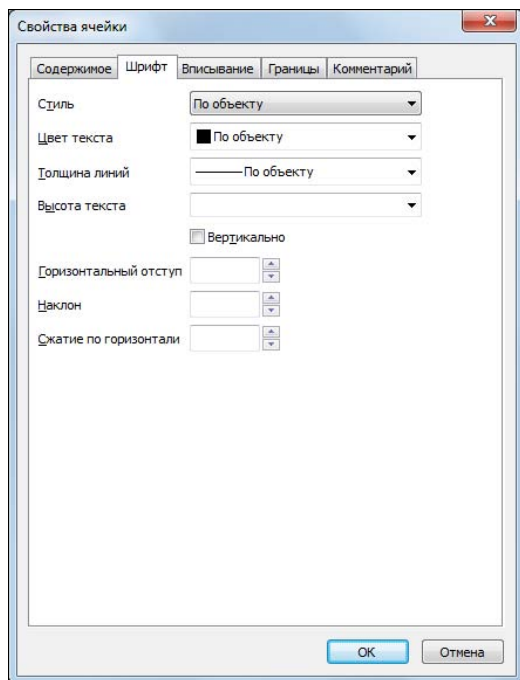

Рис. 4.72. Вкладка Шрифт
- ◆ **Шрифт** — свойства текста, отступы (рис. 4.72);